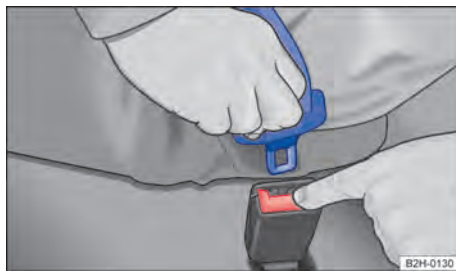

Fig. 56 Soltar a lingueta do cinto de segurança subabdominal do fecho do cinto de segurança
- Pressionar o botão vermelho no fecho do cinto de segurança ⇒ Fig. 56. A lingueta do cinto de segurança salta para fora.